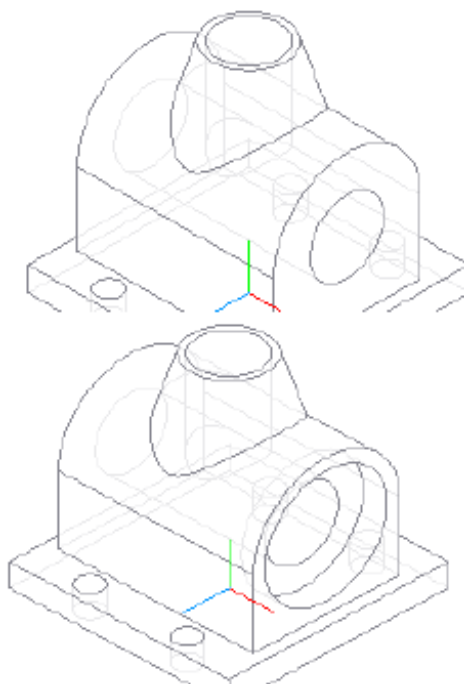

Рисунок 7.30 – Построение вертикального отверстия
10. Полученный эскиз используем для создания отверстия при помощи операции  **Вырезать выдавливанием. Способ построения – До поверхности.** А в качестве поверхности – границы указываем созданное на предыдущем этапе сквозное отверстие (рис. 7.30).
12. Применяем к полученному эскизу команду  **Вырезать выдавливанием, На расстояние – 10** (рис. 7.30).